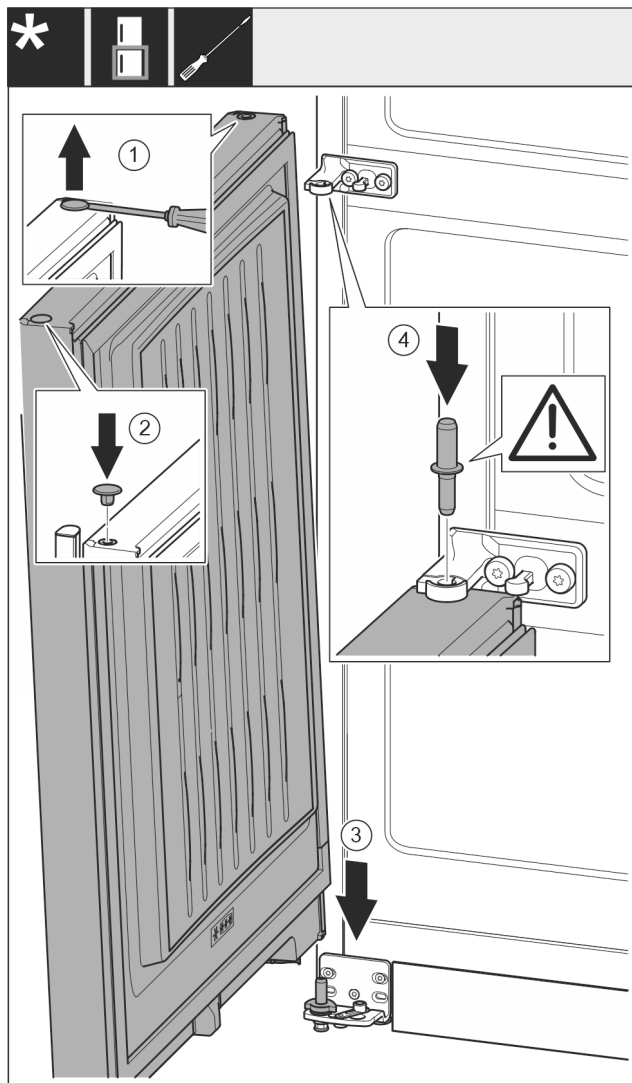

Fig. 51
- Previdno dvignite čep Fig. 51 (1) s ploščatim izvijačem in ga izvlecite.
- Čep Fig. 51 (2) ponovno vstavite na drugi strani vrat.
- Vrata Fig. 51 (3) od zgoraj nasadite na spodnji ležajni sornik.
- Vstavite ležajni sornik na sredini Fig. 51 (4) skozi ležajni podstavek na sredini v spodnjih vratih. Pri tem pazite na to, da je zaskočni zapah obrnjen nazaj.